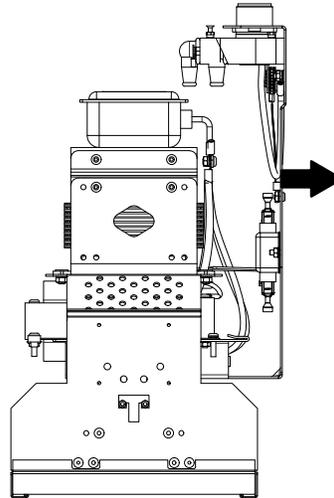

Abbildung 6-17 Entfernen der Transformatorhalterung (Abbildung zeigt Version mit externem Gebläse)
5. Siehe Abbildung 6-17. Die Transformatorhalterung so weit aus der Baugruppe Wellenleiter ziehen, dass die Kabelanschlüsse zugänglich sind.